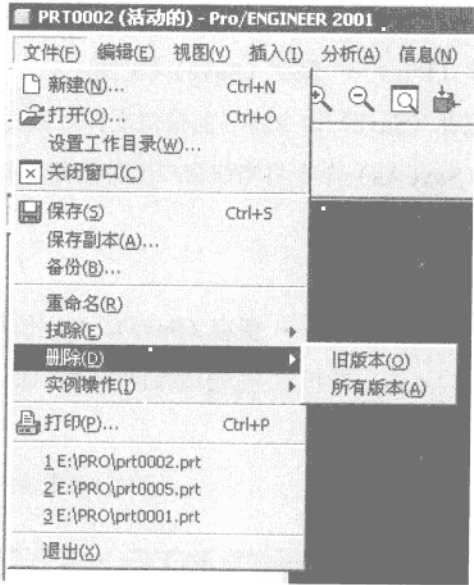

图 1.10
(2) **操作方法** 单击菜单命令**文件 (File) → 删除 (Delete)**，在**删除 (Delete)** 命令的右侧出现一个小菜单，上面有**旧版本 (Old Versions)** 和**所有版本 (All Versions)** 两个命令，如图 1.10 所示。